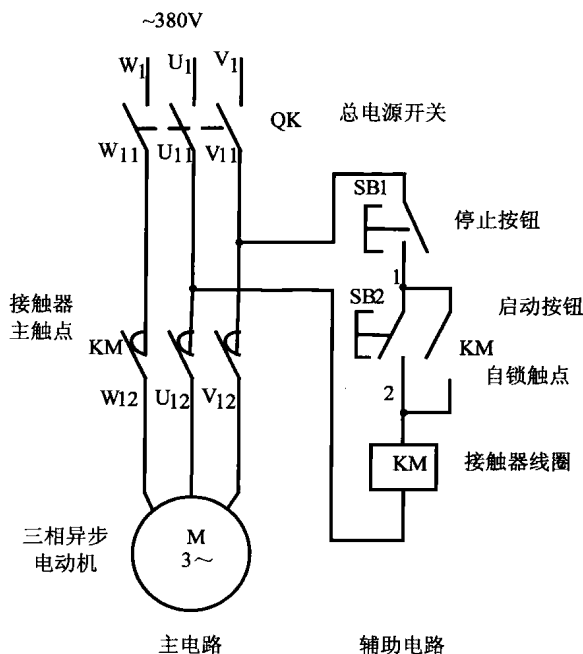
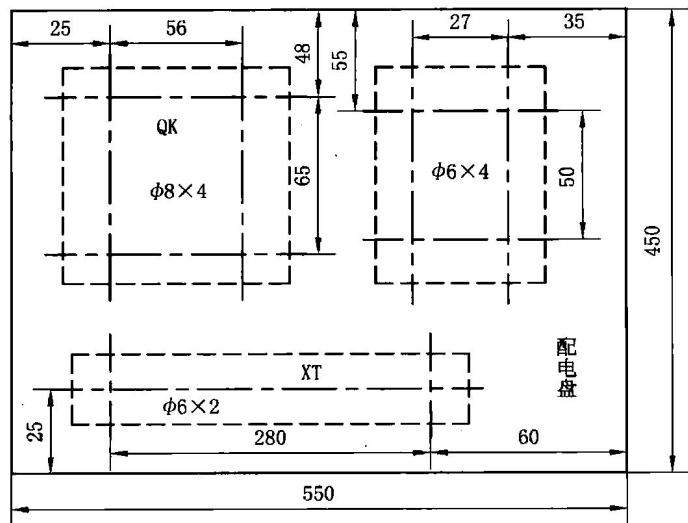
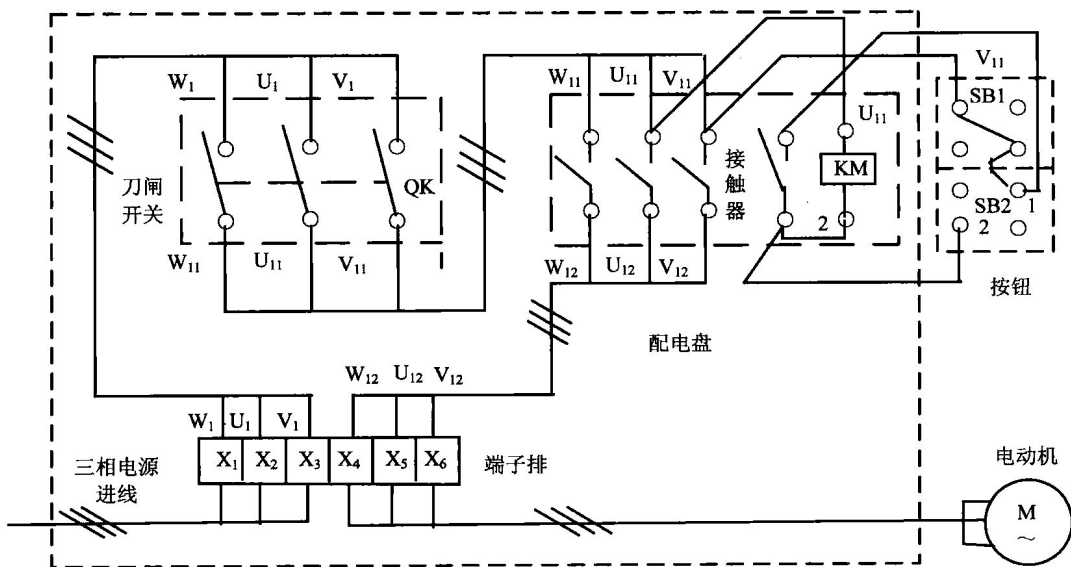
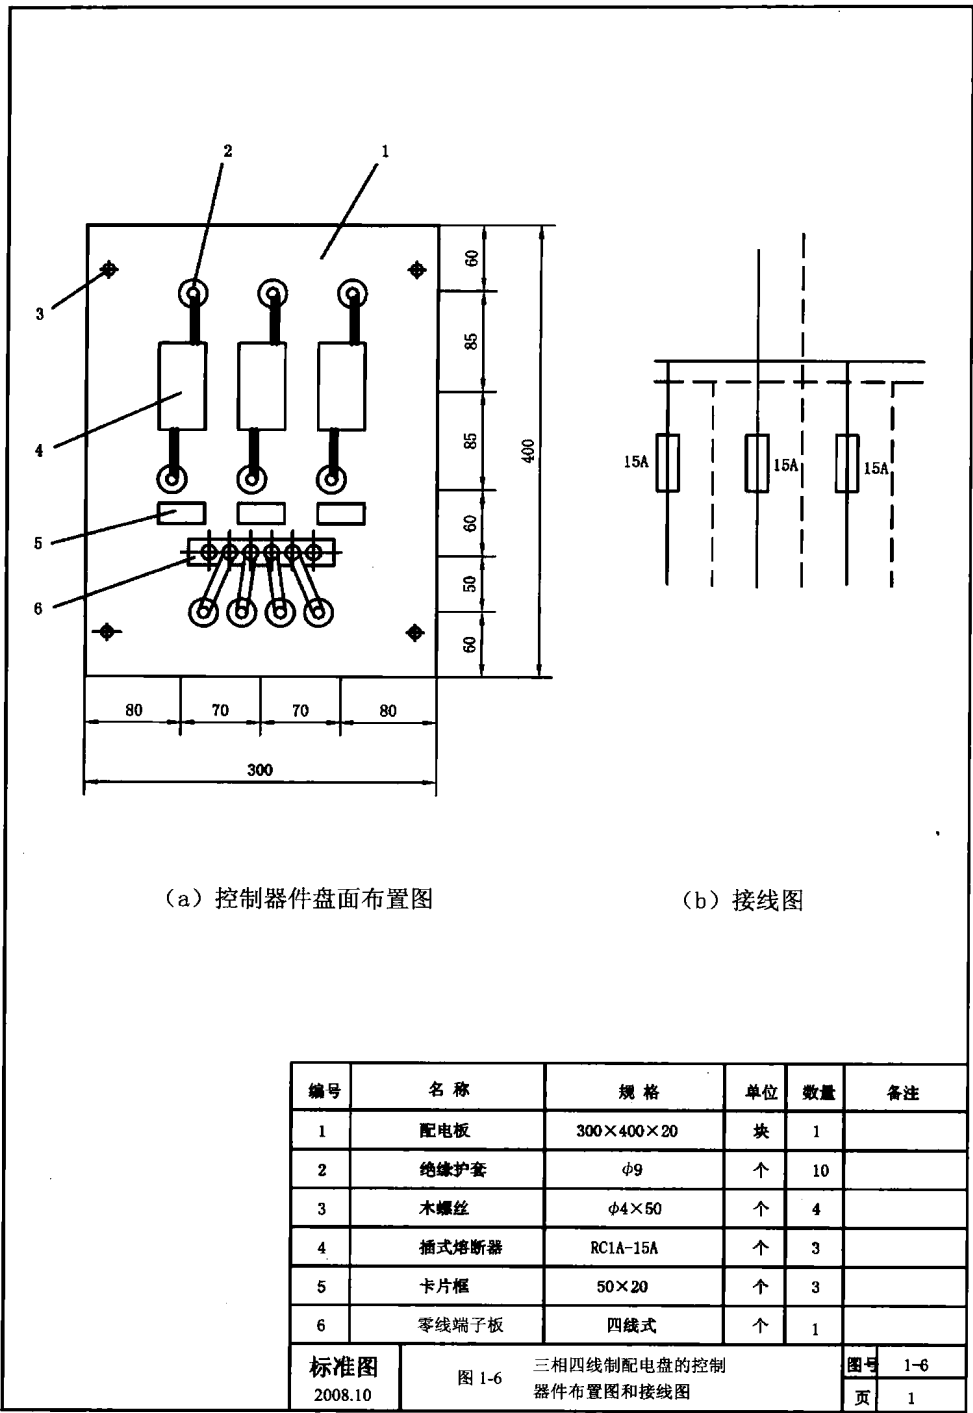

图 1-3 用交流接触器控制三相异步电动机启动与停止的电气原理图
图 1-4 用交流接触器控制三相异步电动机启动的控制器件板面布置图
图 1-5 用交流接触器控制三相异步电动机启动的接线图
图 1-6 三相四线制配电盘的控制器件布置图和接线图
这里所列举的用交流接触器控制三相异步电动机启动与停止的电气原理图如图 1-3 所示。
由图 1-3 所示电路可见，主电路包括有总电源开关（QK）、接触器（KM）主触点、三相异步电动机（M）；辅助电路包括有停止按钮（SB1）、启动按钮（SB2）、交流接触器线圈（KM）、交流接触器的自锁触点（KM）。电路图交流接触器采用了展开绘制的方法。主电路中用到接触器的主触点，辅助电路中有接触器线圈和自锁（辅助）触点。
电气原理图中采用展开法绘制的控制器件，同一个器件（如图 1-3 中的接触器线圈、主触点、辅助触点）必须用同一个文字符号（例如 KM）标明。
电气原理图必须表达清楚电气设备和控制器件的动作原理（即电路工作过程），必须表达清楚控制与被控制的关系。图 1-3 所示电路中的总电源开关 QK，是控制主电路和辅助电路与电源接通和关断的总开关。辅助电路中的 SB2 是使接触器线圈得电的开关，而 SB1 是使接触器线圈失电的开关，即 SB2 和 SB1 控制接触器线圈得电与失电；接触器主触点用来控制电动机 M 通电与断电。
电气安装接线图分为控制器件板面布置图和控制器件接线图两种。控制器件板面布置图,应该清楚画出各控制器件在配电板(盘)上明确的位置,各控制器件之间的距离以及固定各控制器件所需的钻孔位置和钻孔尺寸。用交流接触器控制三相异步电动机启动的控制器件板面布置图如图 1-4 所示。接线图应该画出各控制器件之间连线及具体的连接方法。用交流接触器控制三相异步电动机启动的接线图如图 1-5 所示。其三相四线制配电盘的控制器件位置图和接线图如图 1-6 所示。
通过对图 1-3、图 1-4、图 1-5、图 1-6 四张图的比较,可见电气原理图、控制器件板面布置图及电气接线图有很大区别。下面介绍电气接线图和控制器件板面布置图的画法。
- (1) 电气接线图必须保证电气原理图中各电气设备和控制器件动作原理的实现。
- (2) 电气接线图只标明电气设备和控制器件之间的相互连接线路而不标明电气设备和控制器件的动作原理。
- (3) 电气接线图中的控制器件位置要依据它所在实际位置绘制。
- (4) 电气接线图中各电气设备和控制器件要按照国家标准规定的电气图形符号绘制。
- (5) 电气接线图中的各电气设备和控制器件,其具体型号可标在每个控制器件图形旁边,或者如图 1-6 所示,画表格说明。
- (6) 实际电气设备和控制器件结构都很复杂,画接线图时,只画出接线部件的电气图形符号。
- (1) 控制器件板面布置图,就是控制器件在配电板(盘)上的实际位置。
- (2) 准确标明各控制器件之间的尺寸。
- (3) 图中的各控制器件要严格按照国家有关标准绘制。如图 1-6 所示。
- (4) 对于大型电气设备的安装位置图,只画出机座固定螺栓的位置和尺寸。